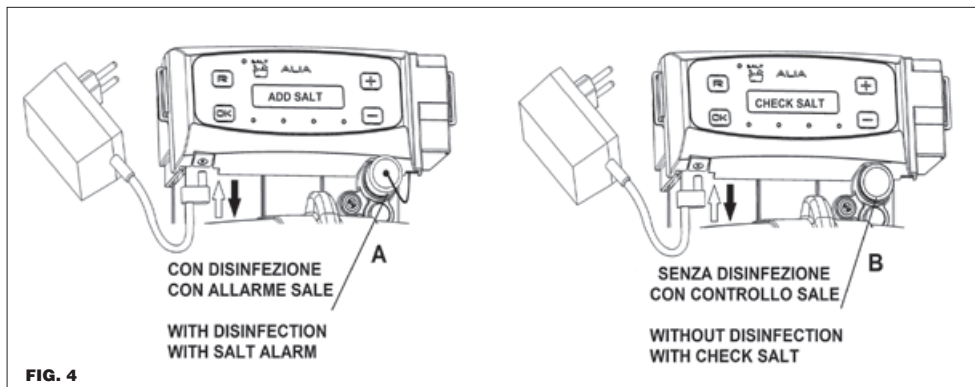

FIG. 4
- 5.6 DESINFECCIÓN DE LAS RESINAS Y ALARMA DE LA SAL (fig. 4, A) (CONTROL DE LA PRESENCIA DE LA SAL)
- 5.6.1 AVISO DE VERIFICACIÓN DE SAL (fig. 4, B)